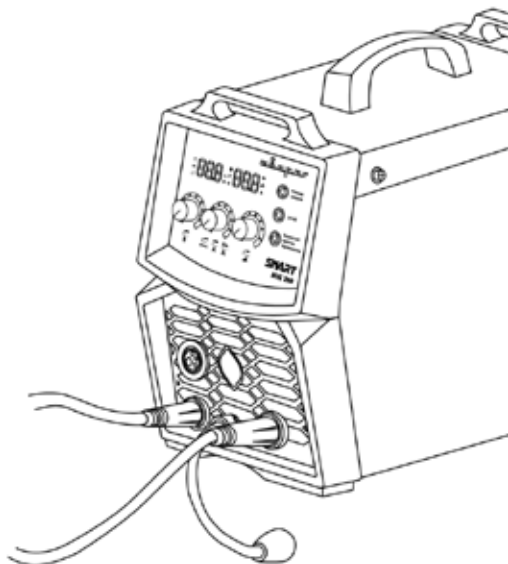

Рис. 11.3. Подключение сварочных кабелей.
2. На передней панели сварочного аппарата имеется два панельных разъёма «+» и «-». Для плотного закрепления кабеля с электрододержателем и кабеля с клеммой заземления в разъёмах необходимо вставить силовой наконечник (См. таблицу 11.1) с соответствующим кабелем в панельный разъём (См. таблицу 11.2) до упора и повернуть его по часовой стрелке до упора (См. рис. 11.3).